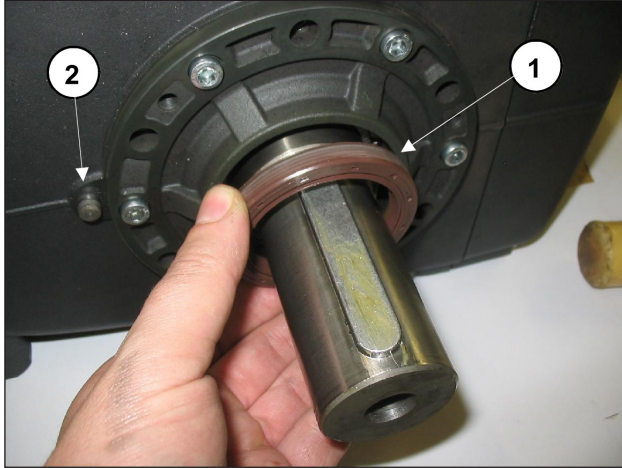

Fig. 33
Per modificare la versione applicando il gruppo riduttore dove non previsto, è necessario rimuovere il paraolio albero (Fig. 33, pos. ①) ed inserire sul carter la spina Ø8 di riferimento scatola riduttore (Fig. 33, pos. ②).
Procedere quindi con le operazioni specificate al par. 2.1.5. Nel modificare la versione, rimuovendo il gruppo riduttore dove previsto, è necessario introdurre l'anello paraolio albero nella sede sul coperchio laterale utilizzando l'attrezzo cod. 27904800 (Fig. 33, pos. ①).